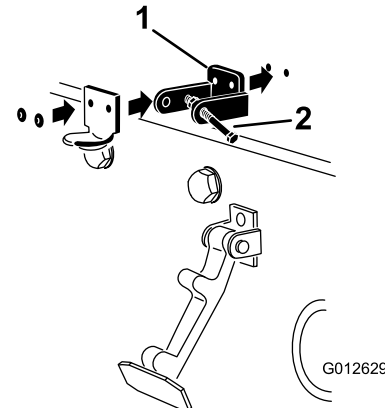

Figura 33
3. Alinee los orificios de montaje y posicione el cierre de seguridad para CE y el cerradero sobre el capó. El cierre de seguridad debe estar en contacto directo con el capó (Figura 33). No retire el conjunto de perno y tuerca del brazo del cierre de seguridad.
5. Remache el seguro de cierre, el cerradero y las arandelas al capó (Figura 33).